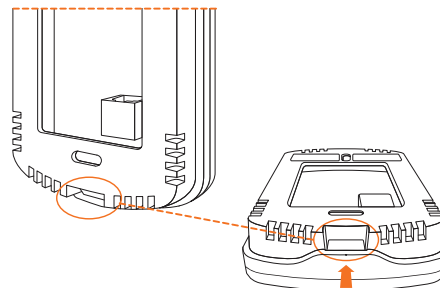

Figure 1
1. Ouvrez le boîtier pour enlever le couvercle arrière en appuyant sur la languette située sous la sonde. (Voir Figure 1)